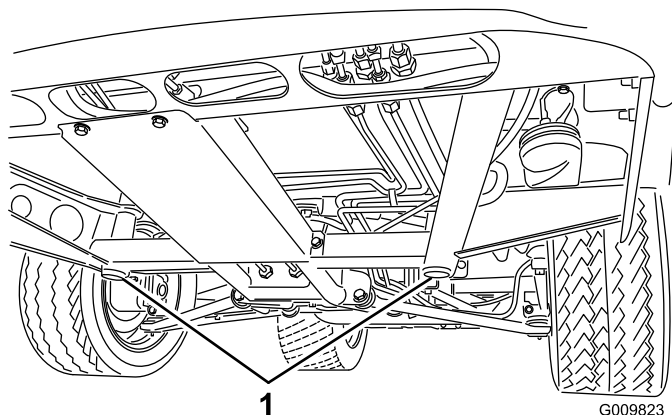
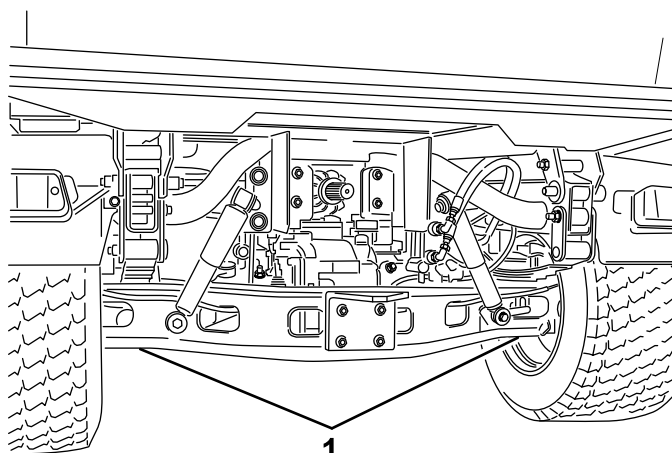

図 38
図 39
- ・ 車両前部のジャッキ・ポイントは前中央のフレーム・サポート（図 38）、後部のジャッキ・ポイントはアクスル下（図 39）にある。